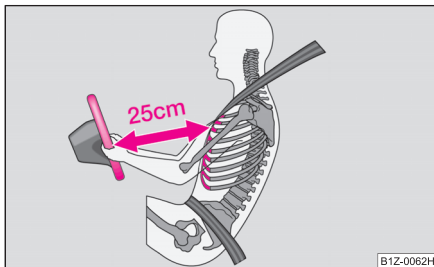

Fig. 89 Distanța sigură
- Între conducător și volan trebuie să existe o distanță de cel puțin 25 cm ⇒ fig. 89. Dacă nu se respectă această distanță, sistemul airbag nu își poate exercita eficiența maximă – Pericol!